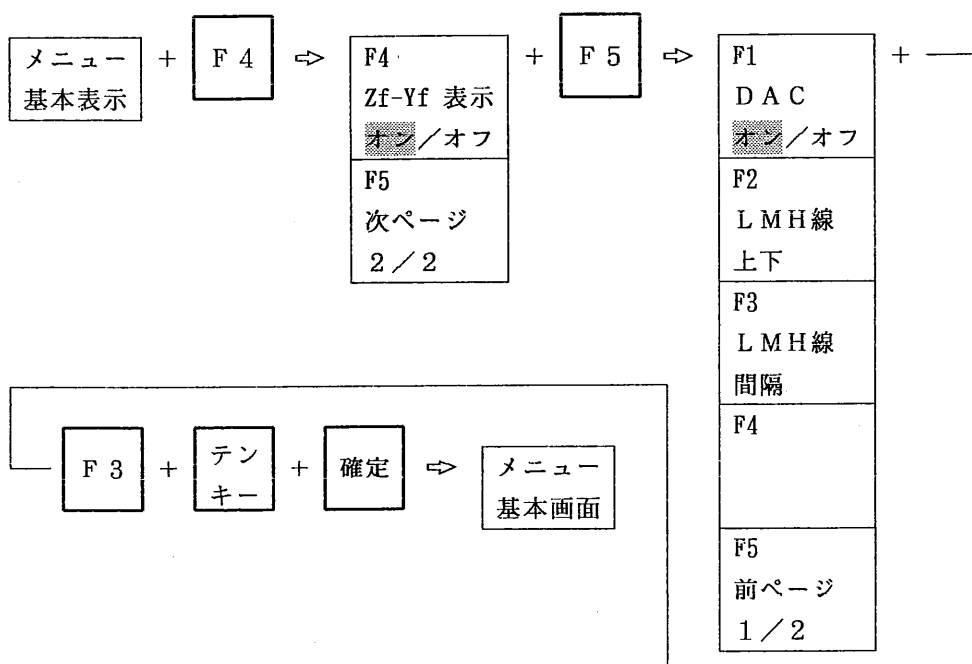

図 9.3.18 LMH線間隔設定の手順
- ① 選択キー [F 4] を1回押すと図 9.3.18 の選択メニューが表示されます。更に選択キー [F 5] を1回押すと図 9.3.18 中の選択メニューが表示されます。
- ② この [LMH線間隔設定] の機能を作動させるためには、選択キー [F 3] を1回押します。
- ③ テンキー入力モードで、0 ~ 20 dB の間の所定の間隔を入力することができます。入力している値は探傷条件表示エリアの最後の行の [LMH線間隔] の項に表示されます。